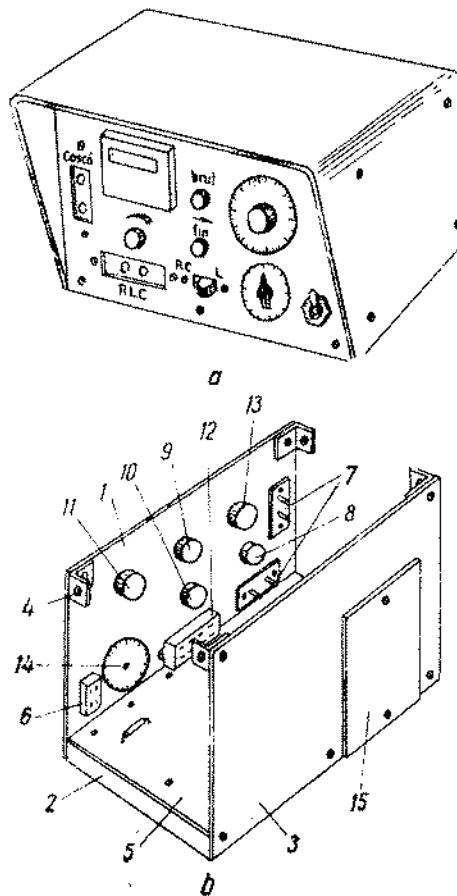
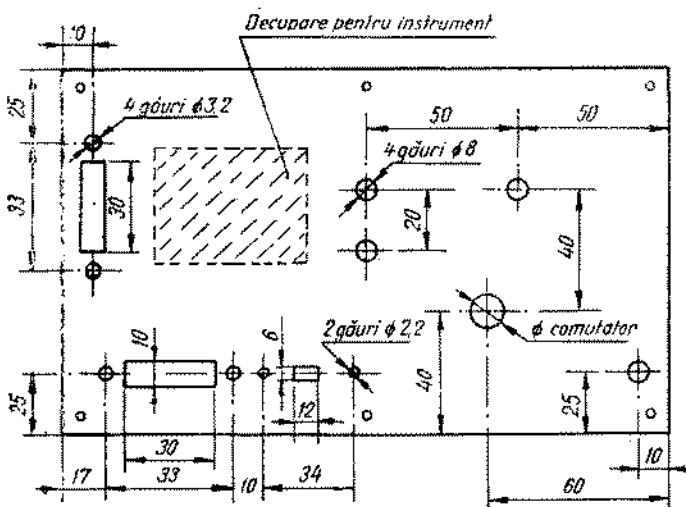

Fig. 2.19. Ansamblu aparat:
Fig. 2.20. Panoul frontal al punții RLC. Dimensiunile decupărilor.
• Detalii constructive. Aparatul se montează într-o cutie confectionată din aluminiu (fig. 2.19). Poate fi utilizată cutia descrisă pentru voltmetrul electronic (fig. 2.3) cu excepția panoului frontal, care este deosebit (fig. 2.20).